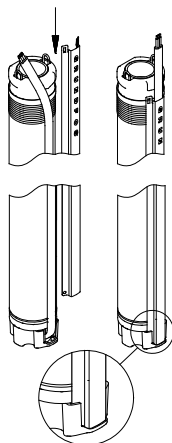

Рис. 8
2. Установите манжету кабеля в желобок штекера. Две лапки защитной планки кабеля должны войти в зацепление с верхней кромкой гильзы насоса, смотри рис. 8.